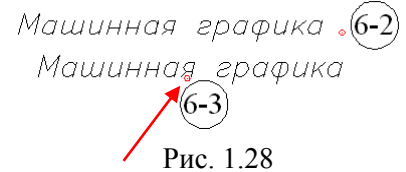

Рис. 1.28
**Ваш ответ:** ввести букву **Ц** и нажать клавишу **Enter**. Здесь в качестве опорной точки курсором указать точку 6-3 (рис. 1.28). Далее вводится высота текста (если этот запрос есть в командной строке) либо сразу вводится текст **Машинная графика** и дважды нажимается клавиша **Enter**.